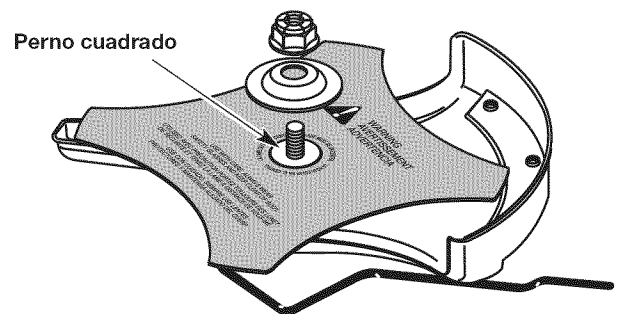

Fig. 16
2. Controle que la cuchilla de corte esté centrada en el paso del piloto y que apoye en forma plana contra el buje del eje de salida (Fig. 16).